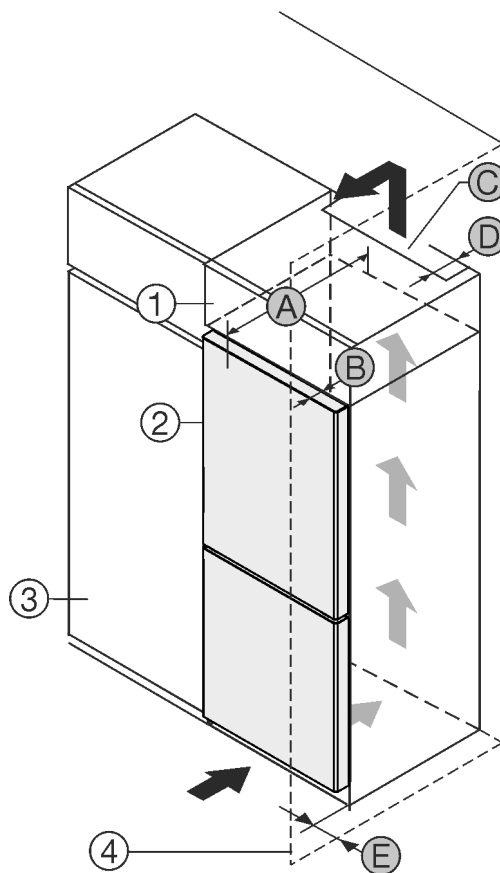

Fig. 1
- (1) Armario superior
- (2) Aparato
- (3) Armario de cocina
- (4) Pared
- (A) Profundidad del aparato
- (B) Profundidad de la puerta
- (C) Sección transversal de ventilación
- (D) Distancia con respecto a la parte trasera del aparato
- (E) Distancia con respecto al lateral del aparato
Puede colocar el electrodoméstico directamente al lado del armario de cocina Fig. 1 (3).
En la parte trasera del armario superior debe haber una cámara de salida de aire con una profundidad Fig. 1 (D) que abarque toda la anchura del armario.
Bajo el techo de la estancia debe mantenerse la sección transversal de ventilación Fig. 1 (C).
Si el electrodoméstico se instala con las bisagras junto a una pared *Fig. 1 (4)*, la distancia entre el electrodoméstico y la pared debe ser de como mínimo 13 mm .
Si el electrodoméstico se instala con las bisagras junto a una pared *Fig. 1 (4)*, la distancia entre el electrodoméstico y la pared debe ser de como mínimo 20 mm .
Para poder abrir totalmente la puerta, el electrodoméstico debe sobresalir la profundidad de la puerta *Fig. 1 (B)* respecto del frente del armario de cocina. El electrodoméstico puede sobresalir más en función de la profundidad de los armarios de cocina *Fig. 1 (3)* y del uso de distanciadores de pared.